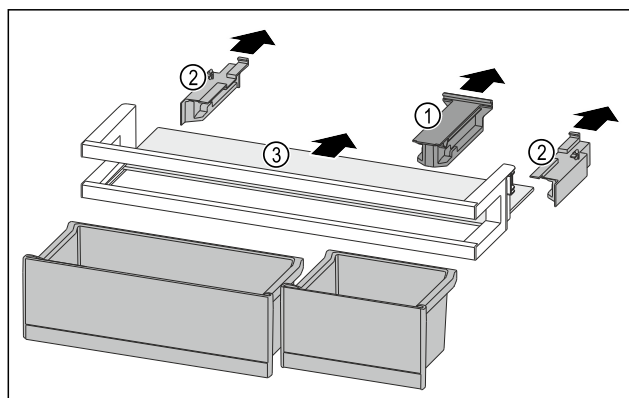

Fig. 132
- ▶ Снимите крепление Fig. 132 (1).
- ▶ Снимите боковые части Fig. 132 (2).
- ▶ Извлеките съёмную полку Fig. 132 (3).